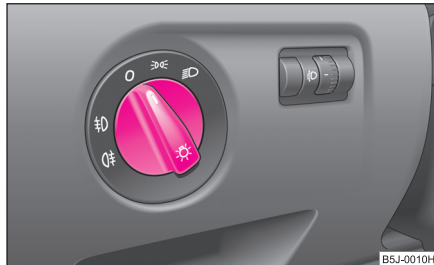

Abb. 33 Schalttafel:
- Drehen Sie den Lichtschalter \Rightarrow Abb. 33 in Stellung \Rightarrow .
- Drehen Sie den Lichtschalter in Stellung O \Rightarrow Abb. 33.
- Schalten Sie den Lichtschalter in die Stellung Standlicht \Rightarrow oder Abblendlicht \Rightarrow \Rightarrow Abb. 33.
Bei Fahrzeugen mit **Rechtslenkung*** weicht die Anordnung der Schalter zum Teil von der in \Rightarrow Abb. 33 gezeigten Anordnung ab. Die Symbole, die die Schalterstellungen markieren, sind jedoch gleich. ▶